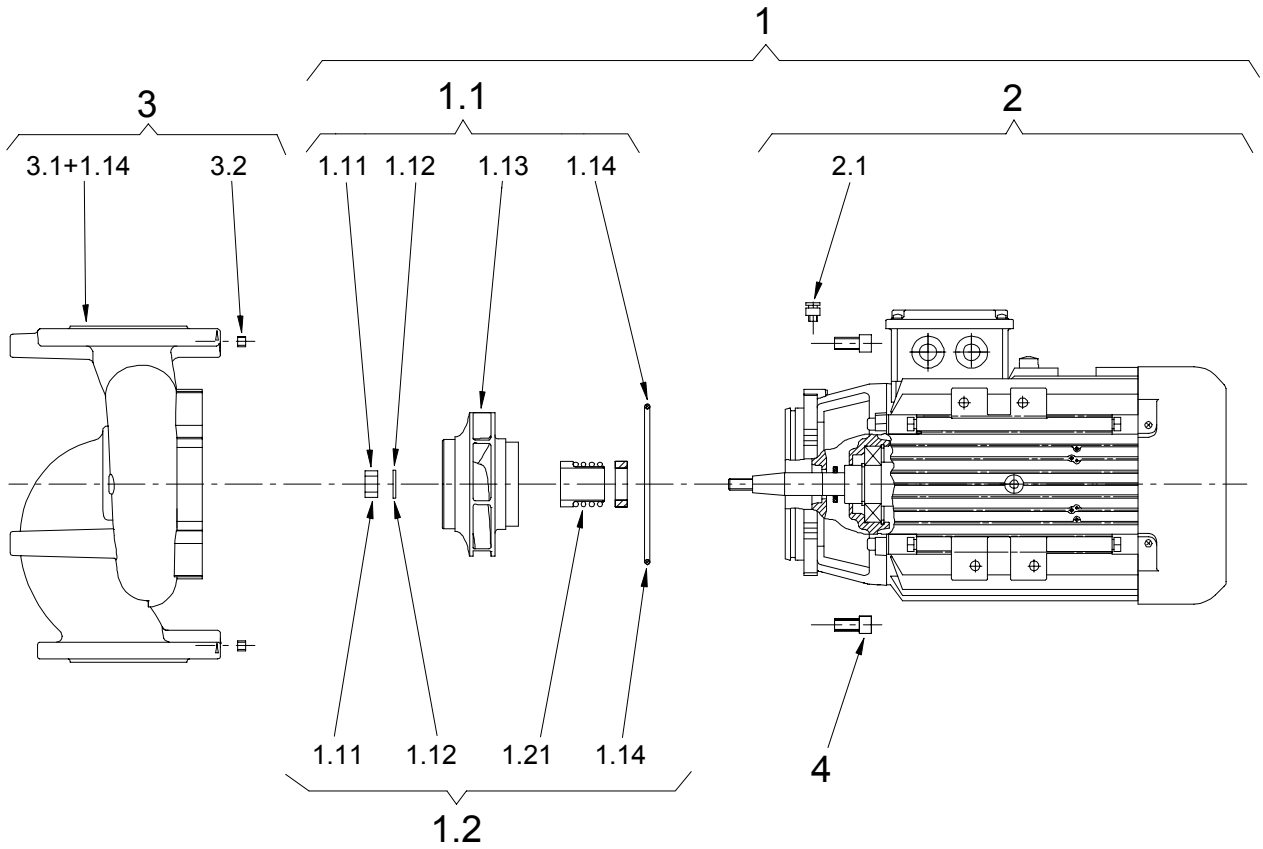

Рис. 4: IPL
**Замена торцевого уплотнения (рис. 4, 5):**
**Замена мотора** (рис. 4, 5):
Поставляемые запасные части (см. рис. 4, 5):